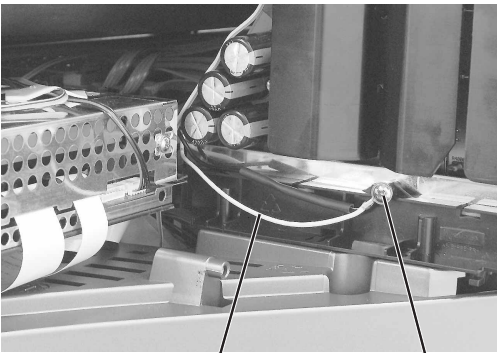

Fig. 5
- Die Masseleitung von der linken Chassis-Befestigungsschraube zum Masseband an der Bildröhre durch die am DVD-Laufwerk vormontierten Masseleitung ersetzen (Fig. 5). Mit den beiden Chassis-Befestigungsschrauben die Masseleitung und die Lüfterhalterung mit Lüfter am Chassis anschrauben.
- Undo the two chassis fixing screws ③ (Fig. 5, 6) and remove the blower holder together with the blower toward the side and hook it into the right bottom rear holder of the rear panel.
- Replace the earth lead from the left chassis fixing screw to the earth strap on the picture tube with the earth lead prefitted to the DVD drive mechanism (Fig. 5). Use the two screws on the chassis to fix the earth lead and the blower holder together with the blower to the chassis.